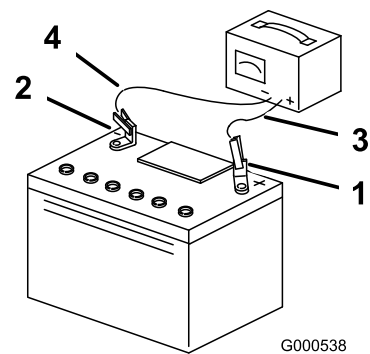

Рисунок 55
3. После полной зарядки аккумулятора отсоедините зарядное устройство от электророзетки, а затем отсоедините провода зарядного устройства от штырей аккумулятора (Рисунок 55).